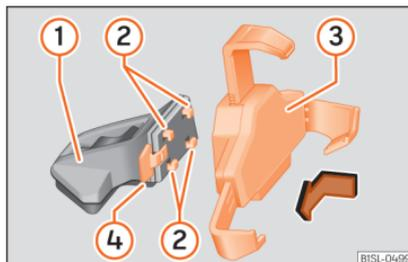
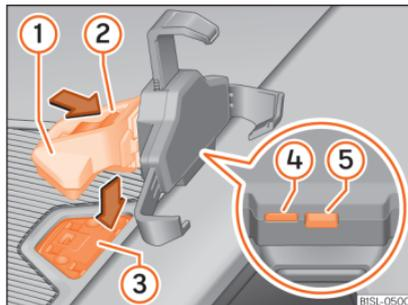

Abb. 106 Universalhalterung und Haltearm zusammenbauen.
Abb. 107 In der Mittelkonsole: Öffnungsverschluss für die Aufnahme des Infotainment-Systems
- Drücken Sie die Entriegelungstaste »» **Abb. 107** (5) bis sich der obere Arm der Universalhalterung löst.
- Installieren Sie ggf. die Aufnahme für das Smartphone »» **Abb. 107** (4).
- Setzen Sie das Smartphone in die untere Halterung ein. Um die unteren Halterungen einzustellen, drücken Sie die Taste »» **Abb. 107** (4).
- Halten Sie die Universalhalterung »» **Abb. 106** (3) fest und drücken Sie die Entriegelungstaste »» **Abb. 106** (4).
- Halten Sie den Haltearm »» Abb. 107 ① fest und drücken Sie die Entriegelungstaste »» Abb. 107 ④ in Pfeilrichtung.
- Stecken Sie die Universalhalterung »» Abb. 106 ③ in die Verrastungen ② des Haltearms ①.
- Bewegen Sie die Universalhalterung seitlich in Richtung der Verriegelung ④ bis die Halterung hörbar einrastet »» ⚠.
- Setzen Sie den Haltearm »» Abb. 107 ① von oben in die Halteplatte »» Abb. 107 ③ ein und drücken Sie ihn nach unten bis er hörbar einrastet »» ⚠.